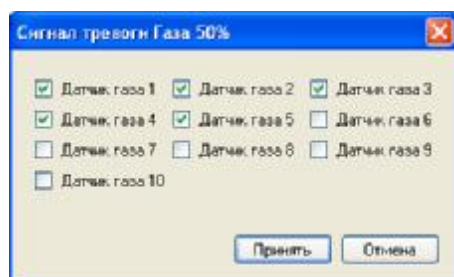

Рисунок 17. Окно «Сигнал тревоги газа 50%»
**Кнопка «Сигнал тревоги газа 50%».** Эта кнопка выводит на экран компьютера окно «Сигнал тревоги газа 50%» (смотри рисунок 17). Сигнал тревоги газа 50% формируется в том случае, если на одном из установленных в системе датчиков концентрация газа станет выше порога 50% (конкретное значение этого порога у каждого датчика настраивается конкретно). С помощью галочек можно указать, сигналы каких датчиков должны учитываться для формирования сигнала тревоги. Для принятия выбора необходимо нажать кнопку «Принять».